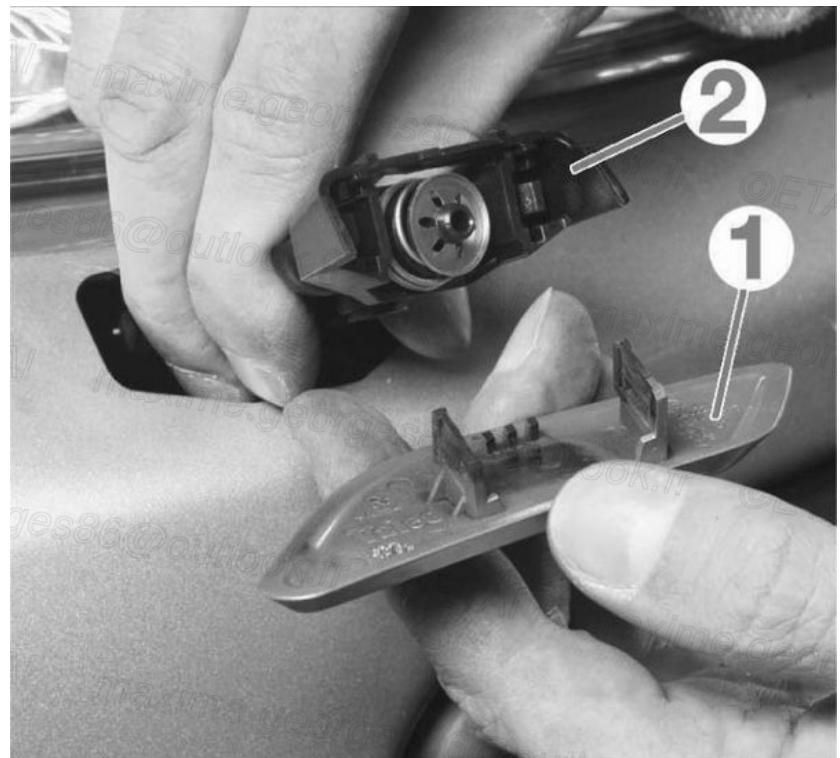

Fig. 2
- déposer les vis (3) puis le cache sous moteur.
- Déposer les enjoliveurs des gicleurs de lave-projecteur (suivant équipement) (**Fig.2**)